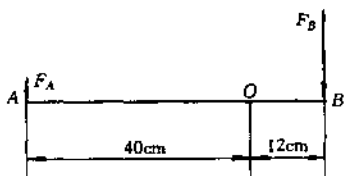

图 2
5. 如图 2 所示，已知 $F_B = 150 \text{ N}$ ， $AO = 40 \text{ cm}$ ， $BO = 12 \text{ cm}$ 。求要使杠杆作匀速转动， F_A 需为多少牛？